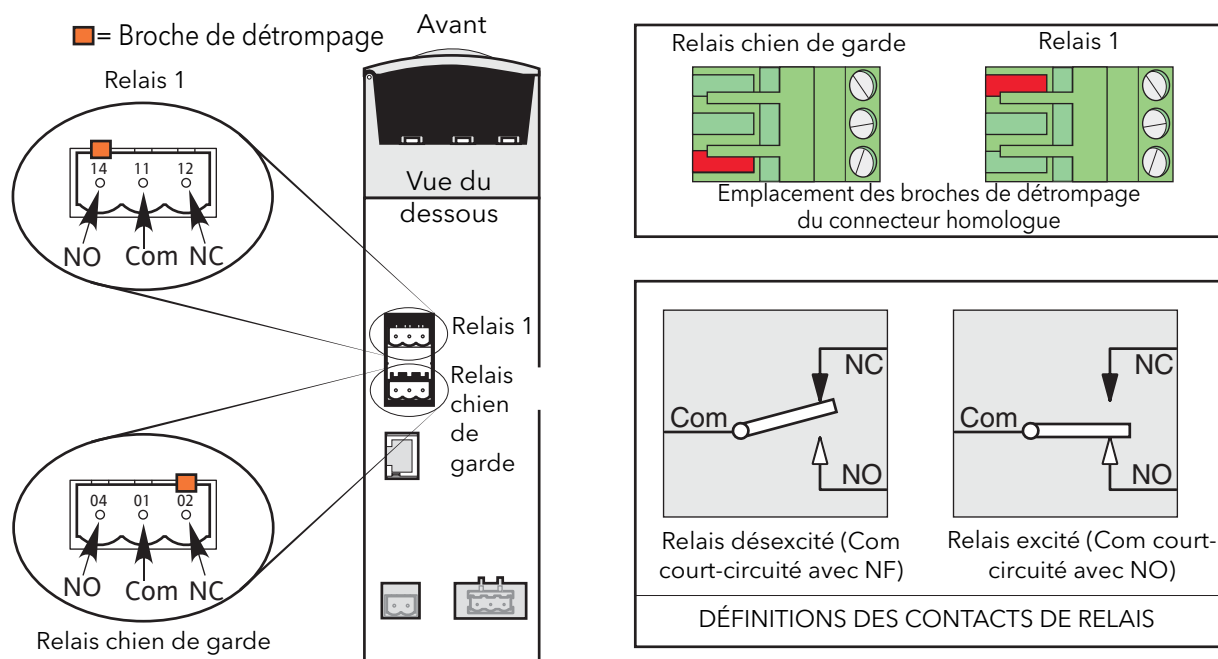

Figure 2.2.1d Emplacement et brochage du connecteur de relais.
Le relais « chien de garde » est relié à un connecteur sous le module de contrôle (figure 2.2.1d).
Ce relais, fourni en standard, se trouve à proximité du relais chien de garde (figure 2.2.1d). L'excitation/désexcitation de la bobine du relais est sous contrôle logiciel et est entièrement configurable par l'utilisateur. Les termes « Normalement ouvert » (NO) et « Normalement fermé » (NF) renvoient au relais à l'état désexcité. Un maximum de trois relais supplémentaires sont disponibles si les modules E/S en option sont installés (voir figure 2.2.1c).